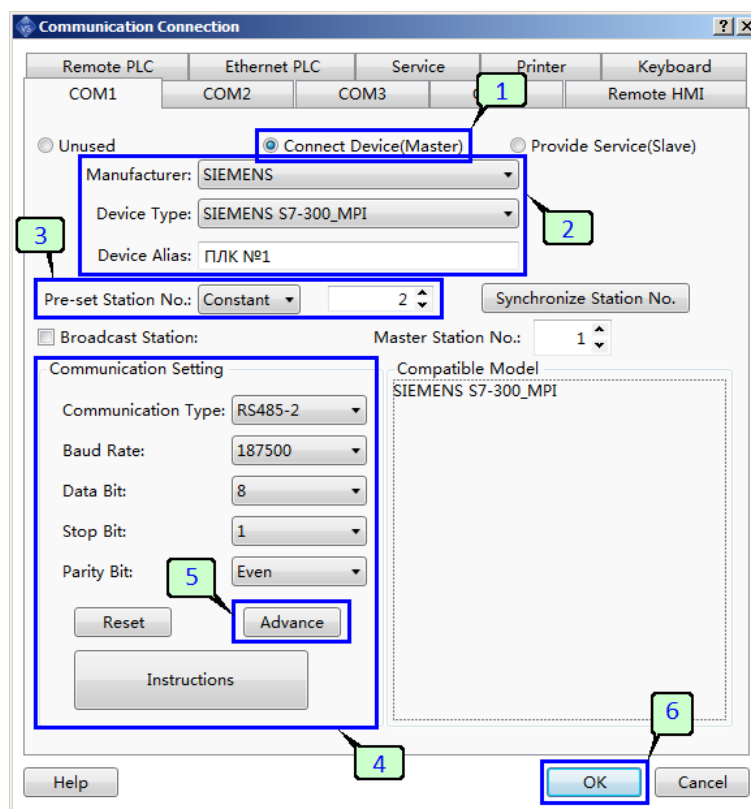

Рисунок 73 - Окно настроек ведущего устройства
1. Выберите роль ведущего устройства, в окне настройки будут отображены доступные опции и параметры для конфигурации (рисунок 73).